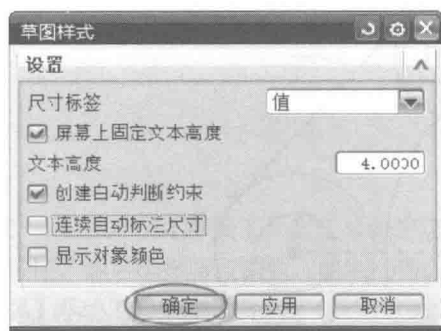
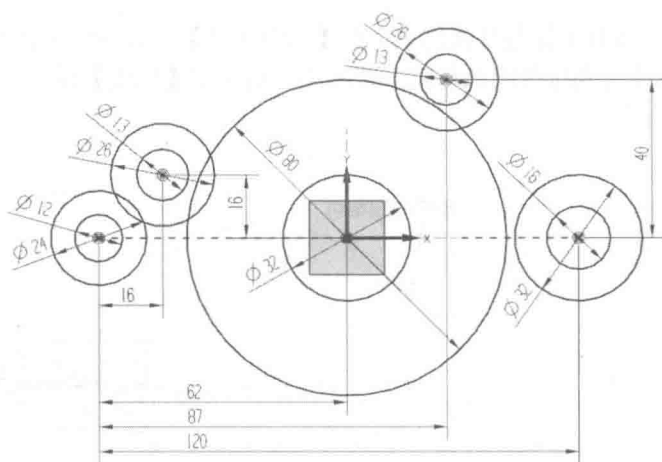

图 1-2-15 【草图样式】对话框
图 1-2-16 改变草图尺寸标签效果
(8) 改变尺寸标签。选择菜单中的【任务】(Task) | 【草图样式】(Sketch Style) 命令, 系统出现【草图样式】对话框, 在【尺寸标签】下拉列表栏中选择【值】, 如图 1-2-15 所示, 单击 按钮, 系统重新显示尺寸标签样式, 手动适当调整尺寸位置后效果如图 1-2-16 所示。